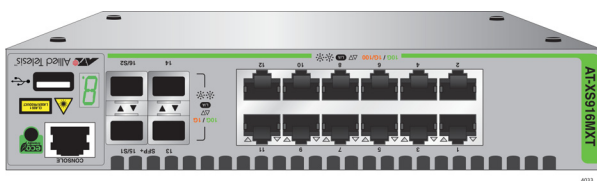

Рисунок 17. Переворачивание коммутатора
2. Поместите устройство в перевернутом положении на ровную, устойчивую поверхность. См. рис. 17.